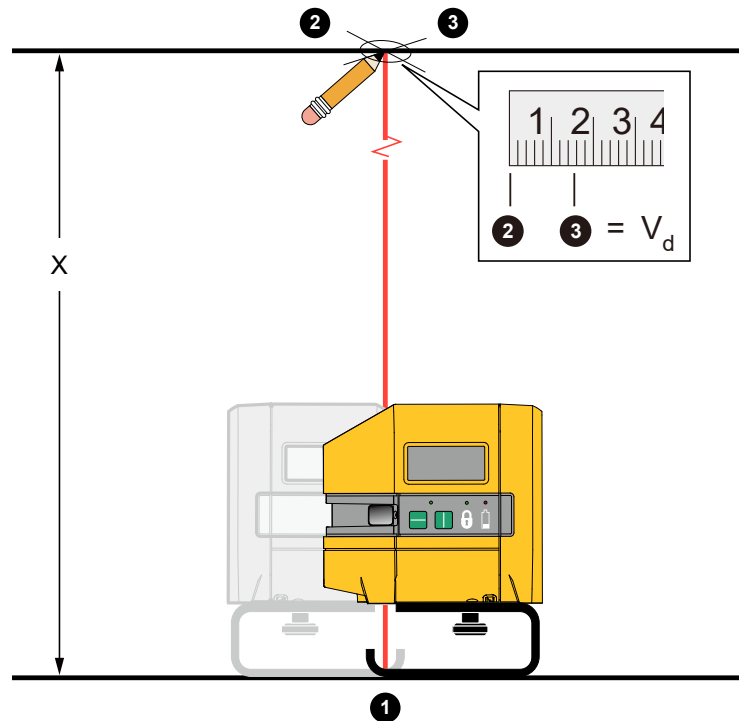

Afbeelding 8. Nauwkeurigheid van de verticale laser
3. Plaats een kruismarkering (markering 1) op de vloer die is gecentreerd ten opzichte van de markering op de bovendorpel van de deur. Zie Afbeelding 8.